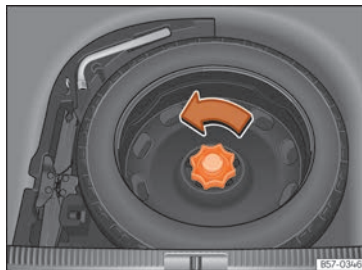

Abb. 231 Im Gepäckraum: hochgeklappter Ladeboden.
- Drehen Sie das Rädchens entgegen dem Uhrzeigersinn heraus »» **Abb. 231**.